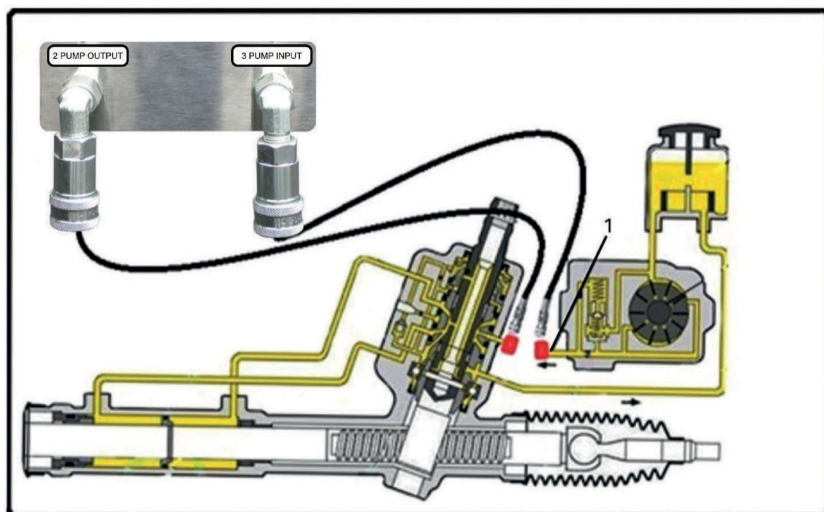

Figura 6. Conexión de la bomba de dirección hidráulica:
1. Conecte la máquina a la bomba como se indica en la figura 6: